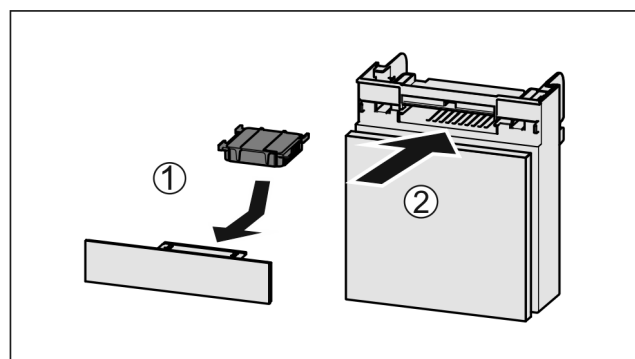

Fig. 99
- ▶ Introduceți Fig. 99 (1) filtrul de cărbune activ după cum se vede în figură.
- ▶ Împingeți Fig. 99 (2) compartimentul în interior.